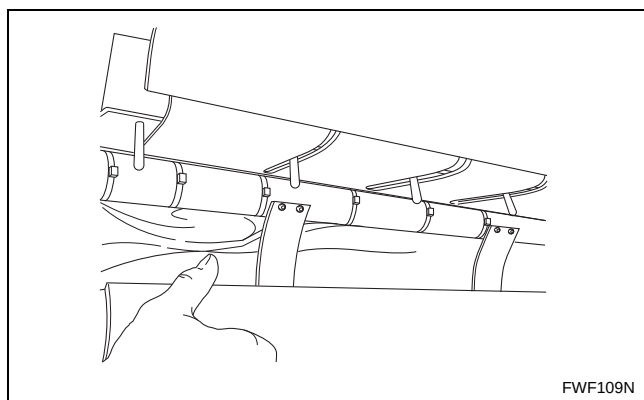

Figura 12
- a. Remova o papel protector da parte de baixo da mesa de alimentação. Consulte a *Figura 12*.